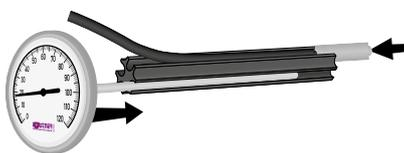

Bild 7: Das Thermometer und die Temperaturfühler werden in das Steckmodul geschoben.
⑬	Warmwasser (Nachladung EIN bei FRS-BM028)
⑮	Heizung EIN (Nachladung AUS bei FRS-BM028)
⑯	Heizung AUS (opt. Nachladung AUS bei FRS-BM028)
1. Schieben Sie das Thermometer von einer Seite in das Steckmodul (► *Bild 7*).